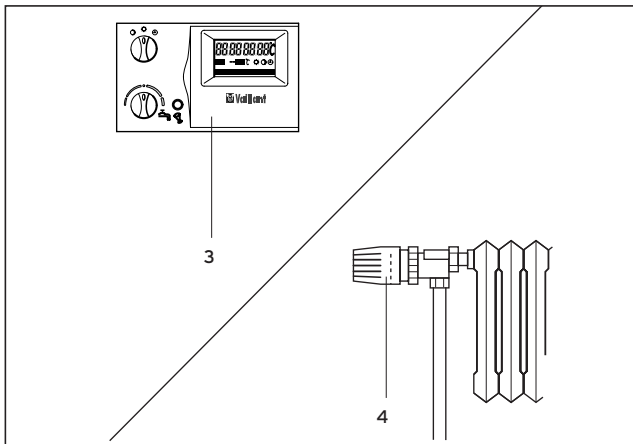

Abb. 3.14 Raumtemperaturregler/witterungsgeführte Regler einstellen
3.5.2 Raumtemperaturregler oder witterungsgeführte Regler einstellen (Abb. 3.14)